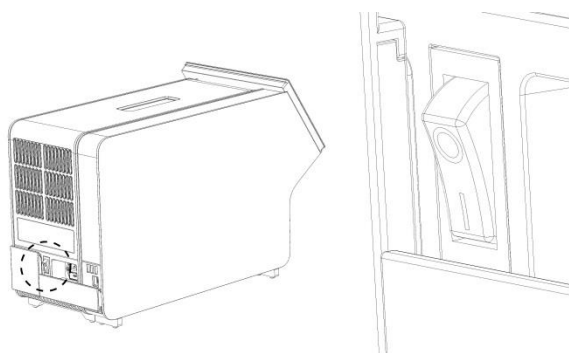

Рис. 8. Найдите выключатель питания и приведите его в положение «I».
9. Включите прибор нажатием выключателя питания на задней стороне аналитического модуля — выключатель необходимо привести в положение «I» (рис. 8). Убедитесь, что индикаторы состояния на аналитическом и рабочем модулях горят синим светом.